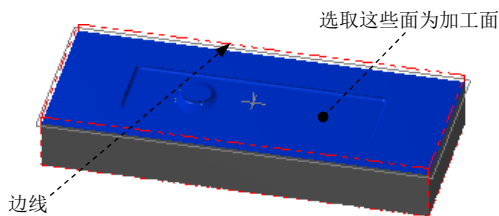

图 7.10 选取加工面
(1) 在图形区中选取图 7.10 所示的曲面，然后按 Enter 键，系统弹出“刀具路径的曲面选取”对话框。
(2) 单击“刀具路径的曲面选取”对话框的 **Containment boundary** 区域中的 按钮，系统弹出“串联选项”对话框，采用“串联方式”选取图 7.10 所示的边线。单击 按钮，系统返回至“刀具路径的曲面选取”对话框。单击 按钮，系统弹出“曲面残料粗加工”对话框。